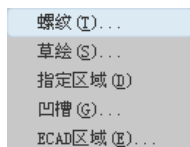

图 5.16.2 “修饰”子菜单
Step2. 选择下拉菜单 **插入(I)**  **修饰(O)**   命令, 如图 5.16.2 所示。